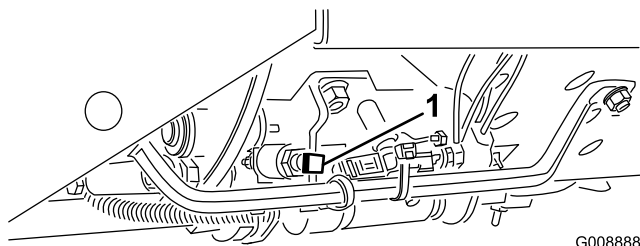

Figura 17
**Importante:** A velocidade de corte vem definida desde a fábrica e é de 9,7 km/h. Pode ser aumentada ou diminuída ajustando o parafuso da velocidade (Figura 17).